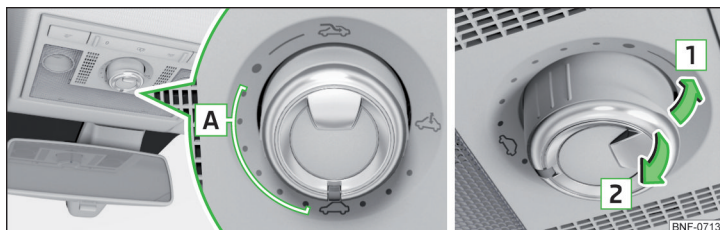

Fig. 38 Manejo del techo corredizo/elevable
Manejo del techo corredizo/elevable » fig. 38
Si se cierra el techo corredizo/elevable tirando en el interruptor de la cavidad en el sentido de la flecha 2 » fig. 38 de la pág. 45 y el proceso de cierre es detenido por un obstáculo, entonces en el tercer intento de cierre se desactiva el funcionamiento de la limitación de fuerza (cuando se reduce el período de 5 segundos entre cada intento de cierre). El techo corredizo/elevable cierra con toda la fuerza. ¡Existe peligro de lesiones!
- Conectar el encendido y colocar el interruptor en la posición ↺ » fig. 38 de la pág. 45.